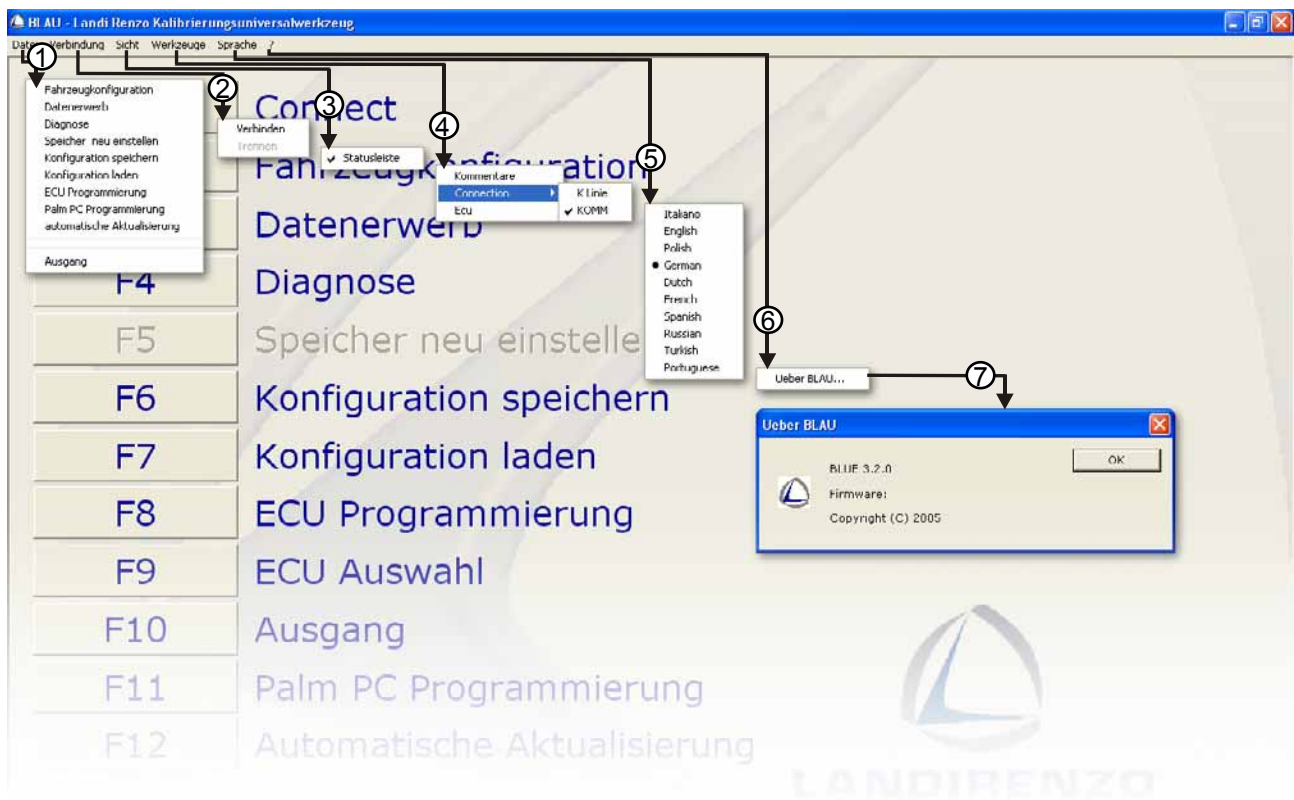

Fig.4
Das Startfenster (Abb. 4) zeigt die wesentlichen Zugangsschaltflächen (z. B. Datei (1), Verbindung (2), Sicht (3), Verkezeuge (4), Sprache (5), ? (6) und (7)) für die einzelnen Programmseiten. Um diese aufzurufen, muss entweder mit der Maus auf die Schaltfläche der entsprechenden Seite geklickt oder die vergleichbare Taste der Tastatur (z. B. F1, F2, F3 usw.) betätigt werden. Auf diese Weise erfolgt ein direkter Aufruf der gewünschten Seite. Mit der Tastatur können später auch für alle Folgefunktionen aufgerufen werden.